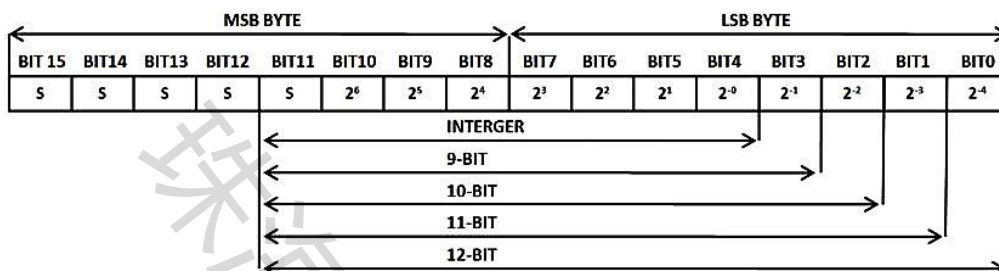

图 11 温度寄存器数据分布图
HX18B20-T 在完成温度转换后，会将测得的温度值与存储在 TH 和 TL 寄存器（如图 11）中的用户定义的报警阈值进行比较。**这一功能仅适用于 11 位和 12 位模式。**比较的结果会通过标志位 (S) 表示温度值的正负：S=0 表示正数，S=1 表示负数。值得一提的是，TH 和 TL 寄存器具有非易失性 (EEPROM)，这意味着即使在掉电后，它们存储的数据仍然会保留。
根据分辨率的不同，读取的温度数据位数也不同。当分辨率为 9 位时，读取位为第 3 位到第 11 位；分辨率为 10 位时，从第 2 位读到第 11 位；分辨率为 11 位时，从第 1 位读到第 11 位；分辨率为 12 位时，从第 0 位读到第 11 位。详细信息如 图 11 所示，LSB 表示低数据位，MSB 表示高数据位。